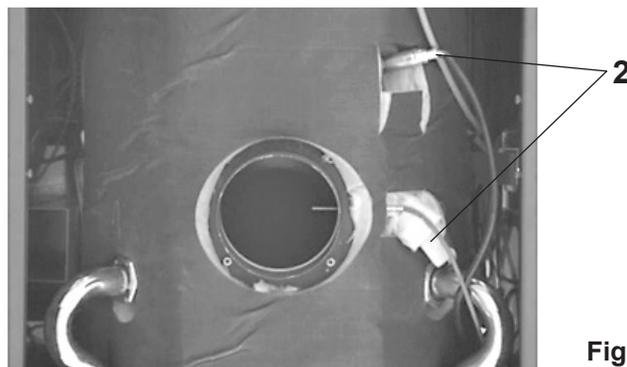

Fig. 09
2. Smontare la sonda lambda (2, Fig. 09) e pulirla con pennello e aspirapolvere.